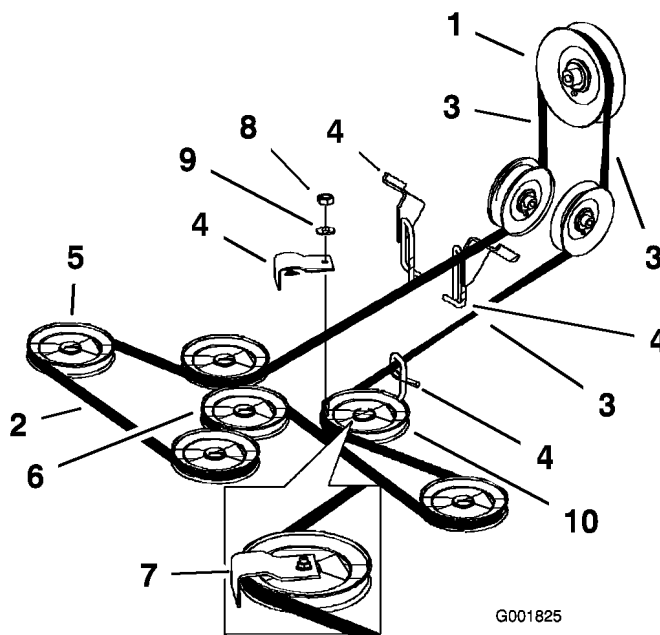

Figure 53
4. Desserrez l'écrou de fixation de la plaque du bras de tension et déplacez la plaque pour détendre la courroie sur la poulie de tension. Déposez ensuite la courroie usée du plateau de coupe (Figure 53).
5. Installez la courroie neuve autour des poulies d'axe et de la poulie de tension du plateau de coupe, dans les guide-courroie, dans l'ensemble bras de tension arrière et l'embrayage (Figure 53).
Important: Vérifiez le vrillage de la courroie entre les poulies. Il doit être conforme aux spécifications de la Figure 53.